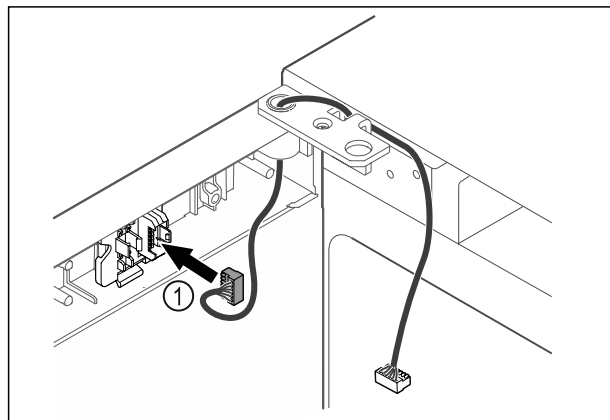

Fig. 64
- ▶ Introduceți fișa Fig. 64 (1) în suportul fișei.